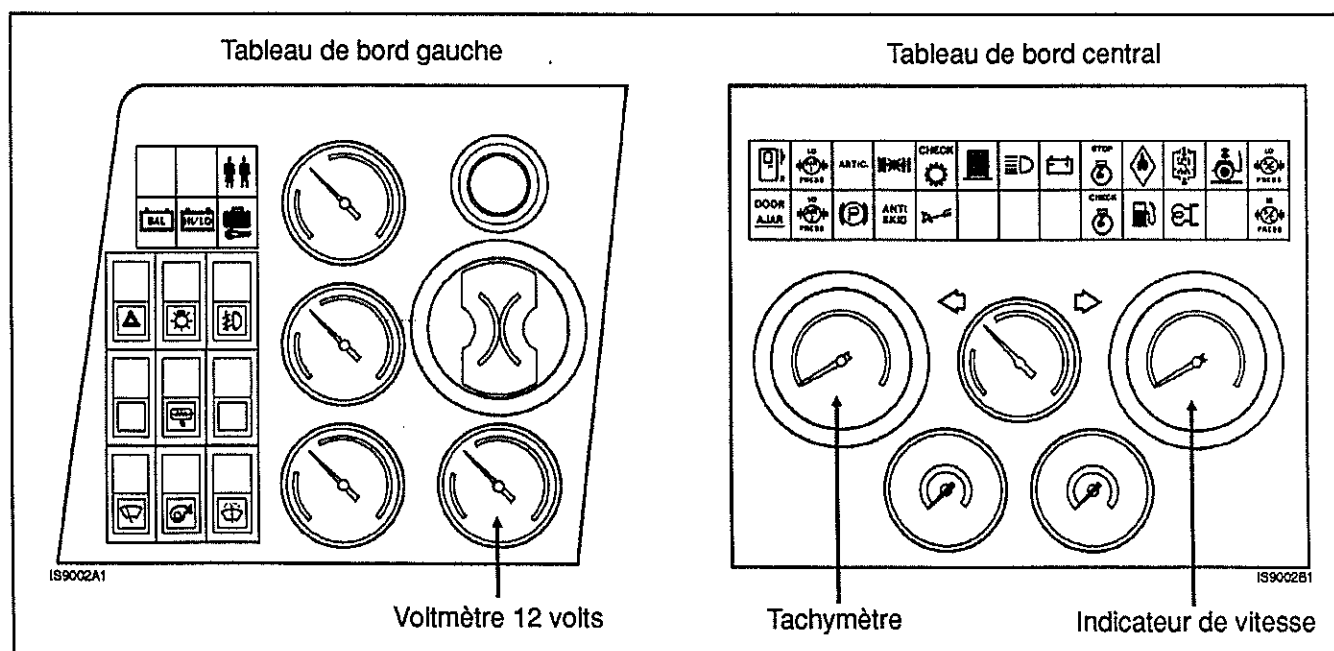

Figure A.1
10. Dénuder l'autre extrémité du fil jaune, y sertir une cosse à anneau #56-0815, et le brancher à la source d'alimentation du voltmètre 12 volts. Voir figures A.1 et A.2.